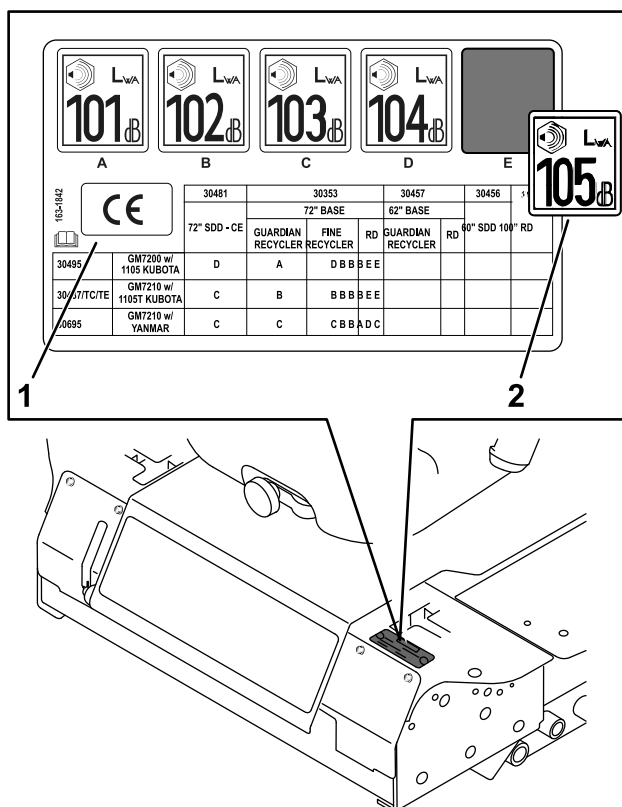

Figura 12
- Limpe cuidadosamente o autocolante regulamentar e a área junto da alavanca esquerda de controlo de movimento onde vai aplicar o autocolante de ruído e autocolante CE (Figura 12).
- Retire a película posterior do autocolante da parte de potência acústica, coloque-o sobre o autocolante regulamentar existente junto da alavanca de controlo de movimento esquerda como se mostra na Figura 12 e use uma espátula no autocolante com movimentos sobrepostos do centro para as extremidades.
- Retire a película posterior da parte CE do autocolante de ruído, 163-1842 (Figura 12), coloque-o onde existir espaço junto do autocolante regulamentar e use uma espátula no autocolante com movimentos sobrepostos do centro para as extremidades.